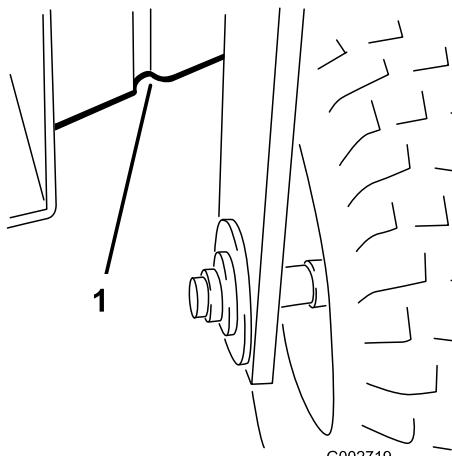

**Bild 18**
- Linke und rechte Seite: Unter dem hinteren Radmotor oder dem Rahmen (**Bild 18**).